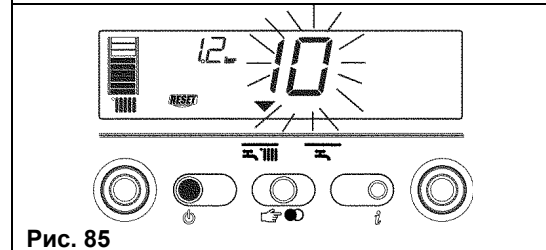

Рис. 85
2) Отображается только символ (рис. 85)